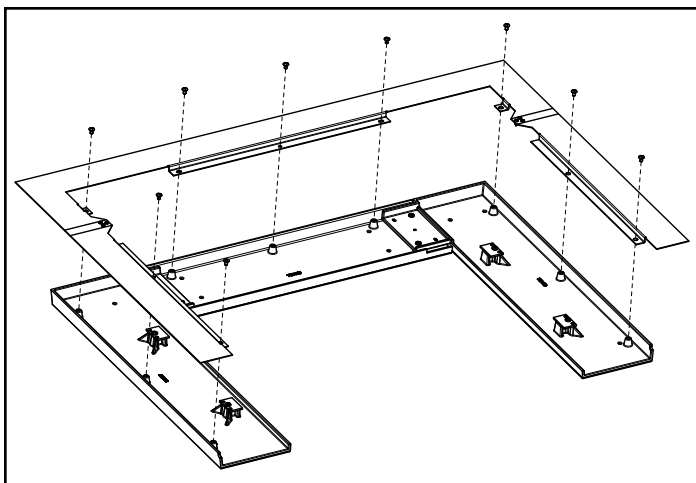

Figure 22.2
1. Alignez les trous de Extension Surround arrière comme le montre la **Figure 22.2**.
2. À l'aide d'un tournevis Cruciforme et de neuf (9) 1/4-20 x 3/8 vis à tête Phillips; fixez le Panneau d'Extension de l'Assemblée de jeter Surround Assemblée.